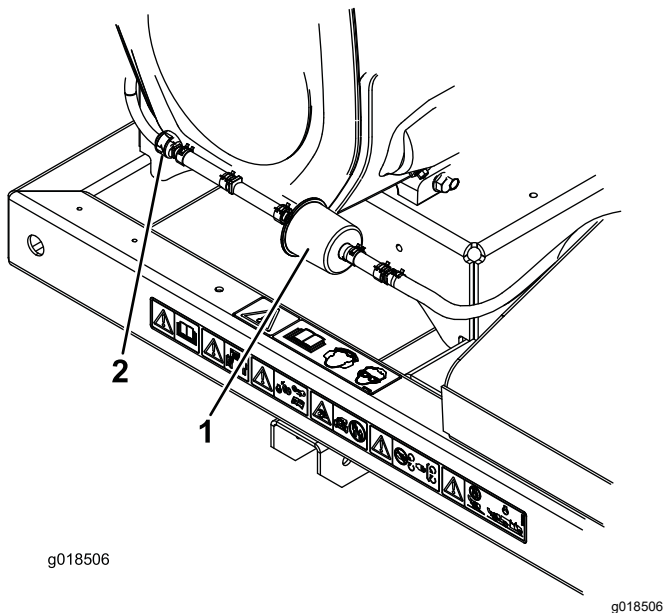

図 19
2. カーボンキャニスタ・パージラインフィルタの前後両側についているホースクランプをゆるめてフィルタから遠い位置に移す (図 19)。
3. カーボンフィルタを外して捨てる 図 19。
4. 新しいフィルタをホースに取り付けるフィルタについている矢印がチェックバルブの方を向くように取り付け、ホースクランプで元のように固定する 図 19。